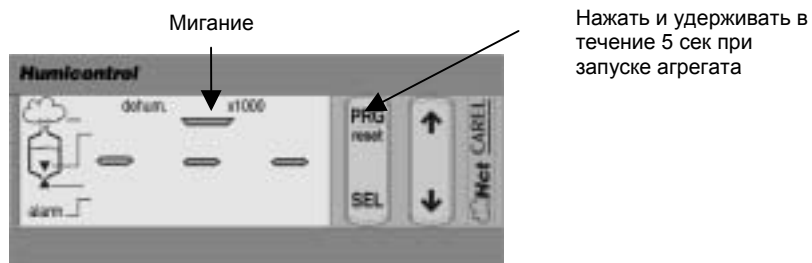

Рис. 8.5.1
- Отпустите кнопку PRG не позднее 3 секунд для подтверждения вызова и сохранения параметров по умолчанию; при подтверждении значений черточка горит в течение 2 сек (как показано на рис. 8.5.1);